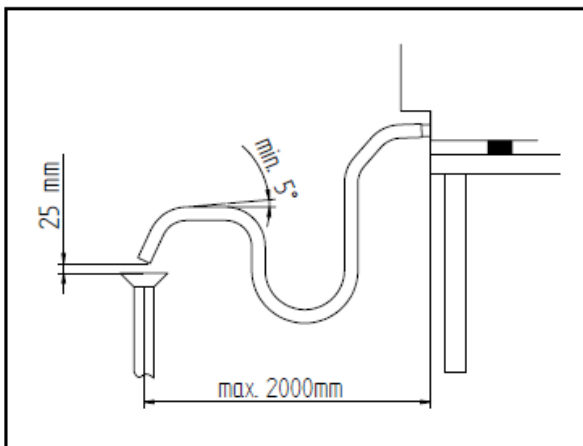

FIG. 1
**Vidange de l'eau** - Un tuyau de vidange (Fig. 1), qui permet le drainage de la chambre de cuisson, sort du dos de l'appareil. Il faut y relier un tuyau ayant un diamètre interne de 30 mm (DN 30) et en mesure de résister aux températures de la vapeur (90°C-100°C). Pour éviter tout risque d'étranglement, il est conseillé d'utiliser un tuyau rigide en veillant à ce qu'il ne forme pas de « coudes » le long du parcours de vidange. Le tuyau doit par ailleurs avoir toujours la même inclinaison (min. 5%) sur toute sa longueur (la longueur considérée est celle du tuyau de vidange de l'appareil au point de vidange et elle ne doit dépasser 2 mètres). La tuyau de vidange doit arriver à un point de vidange ouvert au sol (Fig. 2). Par ailleurs le « saut » minimum doit être de 25 mm (distance entre le tuyau de vidange sortant de l'appareil et l'emboîture du tuyau de canalisation de vidange). Quoi qu'il en soit, le tuyau relié au tuyau de vidange de l'appareil ne doit pas être en contact direct avec le point de vidange pour des motifs de conformité aux normes d'hygiène en vigueur. Nous conseillons de raccorder la vidange de l'appareil au réseau des eaux grises en utilisant un siphon adéquat de façon à empêcher la sortie des vapeurs du point de vidange.
**Branchement du câble d'alimentation** - Pour pouvoir accéder au bornier d'alimentation, il suffit d'enlever le côté gauche de l'appareil. Desserrer le serre-câble qui se trouve au dos (en bas) de l'appareil (voir Fig. 1) et faire passer le câble à l'intérieur pour arriver au serre-câble en caoutchouc qui se trouve à proximité du bornier. Faire passer le câble dans le serre-câble en caoutchouc et préparer les conducteurs en vue du branchement au bornier, afin que le conducteur de terre soit le dernier à s'enlever de la borne correspondante si le câble devait être tendu de façon anormale. Brancher les 3 conducteurs de **phase** aux bornes marquées "1" "2" et "3", le conducteur de **neutre** à la borne marquée "4" ou "5" et le conducteur de **terre** à la borne portant le symbole  $\perp$  comme d'après le schéma suivant :